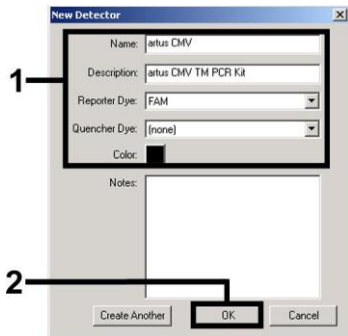
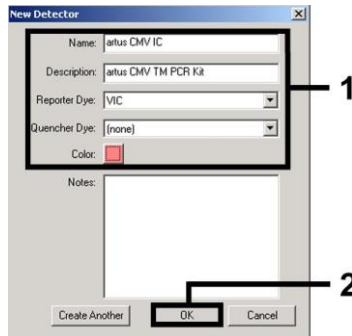
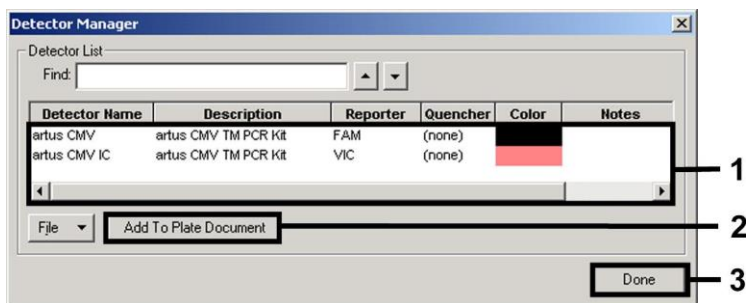

Fig. 4 : Création du détecteur spécifique au CMV (Detector Manager) (Gestionnaire des détecteurs).
Fig. 5 : Création du détecteur spécifique au contrôle interne (Detector Manager) (Gestionnaire des détecteurs).
Fig. 6 : Sélection des détecteurs (Detector Manager) (Gestionnaire des détecteurs).
Dans la fenêtre apparaissant à présent, choisir la combinaison rapporteur/désactivateur FAM/none (FAM/aucun) pour détecter l'ADN du CMV. Pour détecter le *contrôle interne*, sélectionner la combinaison VIC/none (VIC/aucun) (conformément aux Fig. 4 et Fig. 5). En confirmant la saisie (OK), un retour est effectué au *Detector Manager* (Gestionnaire des détecteurs). Sélectionner les détecteurs venant d'être créés et transférer chaque sélection vers *Well Inspector* (Inspecteur de puits), en cliquant sur l'option *Add to Plate Document* (Ajouter au document de plaque) (voir Fig. 6). Fermer la fenêtre (Done) (Effectué).